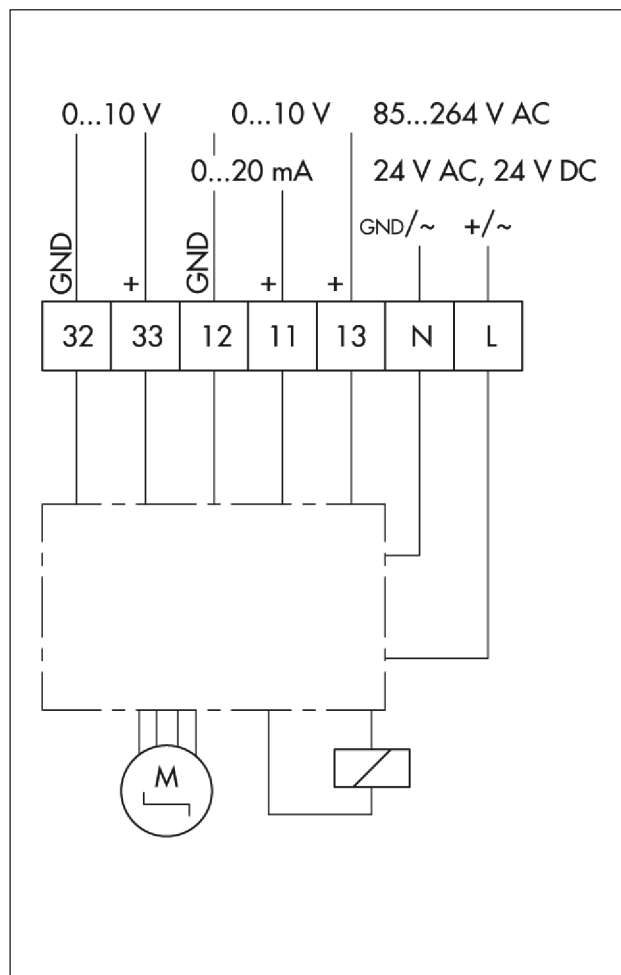

Bild 10: Elektrischer Anschluss · Stellungsregler
- ⇒ Anschlussleitungen durch die Kabelverschraubung in das Gehäuse einführen und nach Bild 10 anschließen.